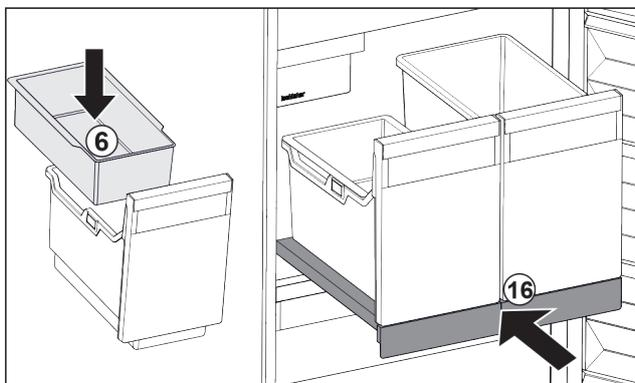

Fig. 106
- ▶ Installer le balconnet Fig. 106 (6) pour glaçons.
- ▶ Rentrer le compartiment coulissant avec le bac (IceTower). Fig. 106 (16)